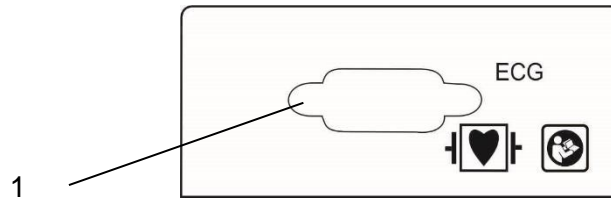

Fig. III.1.1 – Painel Lateral Esquerdo
2. Conectar o *cabo de paciente* que acompanha o *equipamento* (cód. T2-1-022-027) no conector apropriado, localizado no painel lateral esquerdo do *eletrocardiógrafo* (1 – Fig. III.1.1) e apertar os dois parafusos existentes para fixá-lo